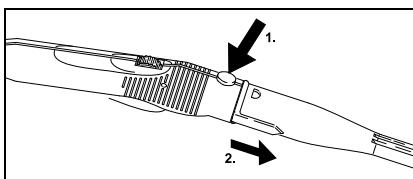

Рис. 9
- Для удаления насадок нажать на разблокирующую кнопку (C2 или G2) и потянуть части в разные стороны (см. рис. 9).